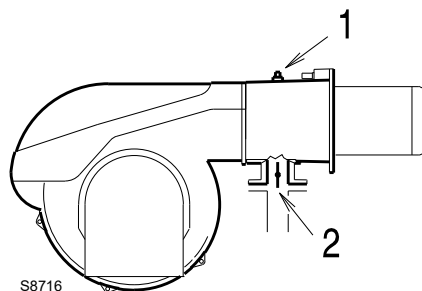

Рис. 23
Давление газа, измеренное на штуцере 1)(Рис. 23), с:
Потеря нагрузки дроссельного газового клапана 2)(Рис. 23) при максимальном открытии: 90°.
- Отнимите от давления газа на штуцере 1)(Рис. 23) давление в камере сгорания.
Чтобы узнать давление газа, необходимое на штуцере 1)(Рис. 23) при работе горелки на заданной максимальной мощности модуляции:
- Посмотрите справа в столбце 1 давление на штуцере 1)(Рис. 23).
необходимое давление на штуцере 1)(Рис. 23).